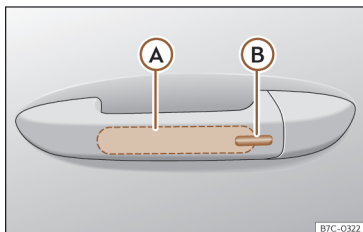

Fig. 47 Manípulo da porta: superfícies sensoras.
>>> **Fig. 47**
- Toque na superfície sensora >>> **Fig. 47 (B)** situada no lado exterior do manípulo da porta. Todos os indicadores de direção piscam uma vez.
- Antes de passarem 5 segundos, toque uma vez no sensor do lado exterior do manípulo da porta >>> **Fig. 47 (B)**. Ao fazê-lo, não agarre o manípulo. O sistema Keyless Access fica desativado temporariamente.
- Na próxima vez o veículo só se poderá destrancar eletronicamente com a chave do veículo. Após a destrancagem seguinte, o sistema Keyless Access estará novamente ativado >>> **①**.
Para **fechar com a função de conforto** todas as janelas elétricas e o teto de vidro, mantenha um dedo durante uns segundos sobre a superfície sensora de bloqueio >>> Fig. 47 ⓘ do manípulo da porta até que as janelas e o teto se tenham fechado.